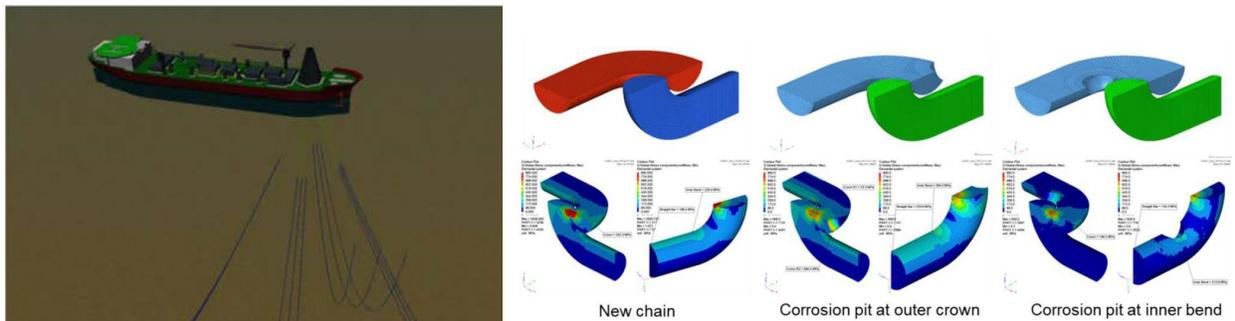

図2 係留解析モデル(左)と構造解析モデル(右)
- i. 事前に作成した係留力データベースを用いて、該当する環境条件に対するデータを参照することで、都度解析を実施することなく、リアルタイムで係留力を予測する (図2 左)。
- ii. 係留解析で算出した係留力と標準検査データを用いて、腐食チェーンの疲労寿命、静強度成立性、破損確率を評価する。腐食ピットのサイズと応力集中係数の関係を学習した回帰モデルを構築することで、任意の腐食ピットに対して応力集中係数と疲労寿命を評価する (図2 右)。